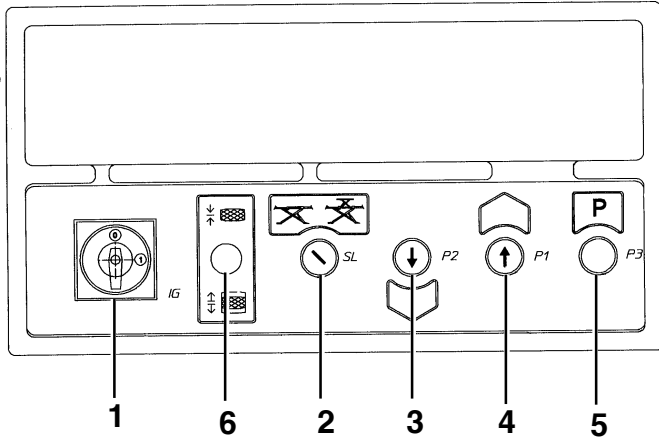

Fig. 43
- attuare la manovra premendo il pulsante di discesa (3 Fig.43) accertandosi che i pistoncini sgancio arpioni siano correttamente alimentati e che gli arpioni siano quindi in condizione di
#### Sollevatore integrato (Fig. 43)
- Carry out the manoeuvre by pressing the descent button (3 Fig. 43) checking that the pawl release pistons are correctly
#### Lift table (Fig. 43)
- Das Manöver über die Taste "Senken" (3 Abb. 43) ausführen
#### Achsheber (Abb. 43)
- Actionner la manœuvre en pressant le bouton-poussoir de descente (3 Fig. 43) et s'assurer que les pistons de dégagement des arrêts mécaniques sont alimentés correctement et que
#### Élévateur intégré (Fig. 43)
- poner en marcha la maniobra presionando el pulsador de descenso (3 Fig. 43) asegurándose de que los pistones de desenganche de los trinquetes, estén correctamente
#### Elevador integrado (Fig. 43)